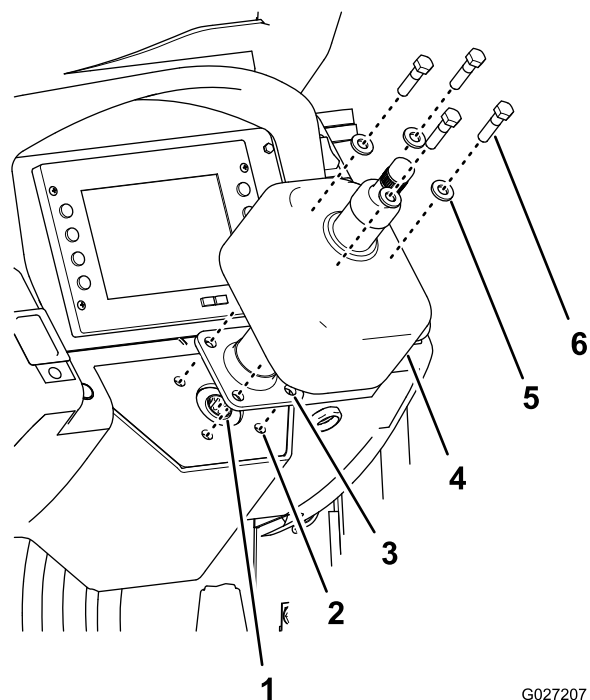

Figura 9
3. Alinee el eje acanalado corto (en el extremo bridado de la columna de dirección) con el alojamiento acanalado de la válvula de dirección girando el eje del volante, e inserte el eje acanalado corto (Figura 9).
4. Alinee los taladros de la brida de montaje de columna de dirección inclinable, los taladros del soporte de la columna de dirección y los taladros roscados de la válvula de dirección (Figura 9).
6. Ensamble la columna, la placa y la válvula con los 4 pernos (3/8-16 x 1 1/4") incluidos en este kit y las 4 arandelas (3/8") que se retiraron en el paso 3 de 3 Retirada de la columna de dirección fija (página 1), según se muestra en Figura 9.